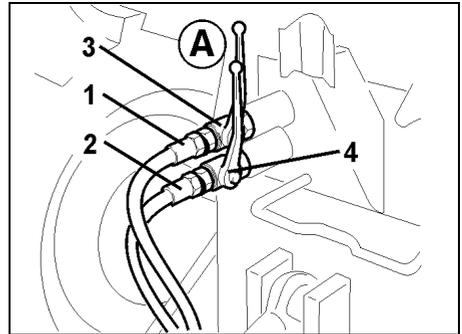

Fig. 19
- Die Hydraulikleitungen (Fig. 19/1 und Fig. 19/2) der hydraulischen Einzelschieberbetätigung jeweils an ein einfachwirkendes Steuerventil des Schleppers anschließen.
- müssen die Kugelhähne (Fig. 19/3 und Fig. 19/4) geschlossen sein: Position A!